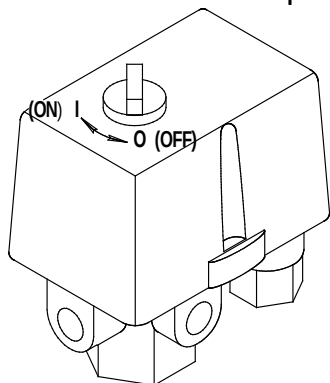

Рисунок 4
- 1 Проверьте, чтобы выключатель на прессостате находился в выключенном положении "O" или "OFF", в зависимости от исполнения (см. рисунок 4).
- 4 Включите компрессор выключателем на прессостате. Для этого необходимо переключить выключатель в положение "I" или "ON", в зависимости от исполнения (см. рисунок 4).
- 1 Переключите выключатель на прессостате в положение "О" или "OFF", в зависимости от исполнения (см. рисунок 4).